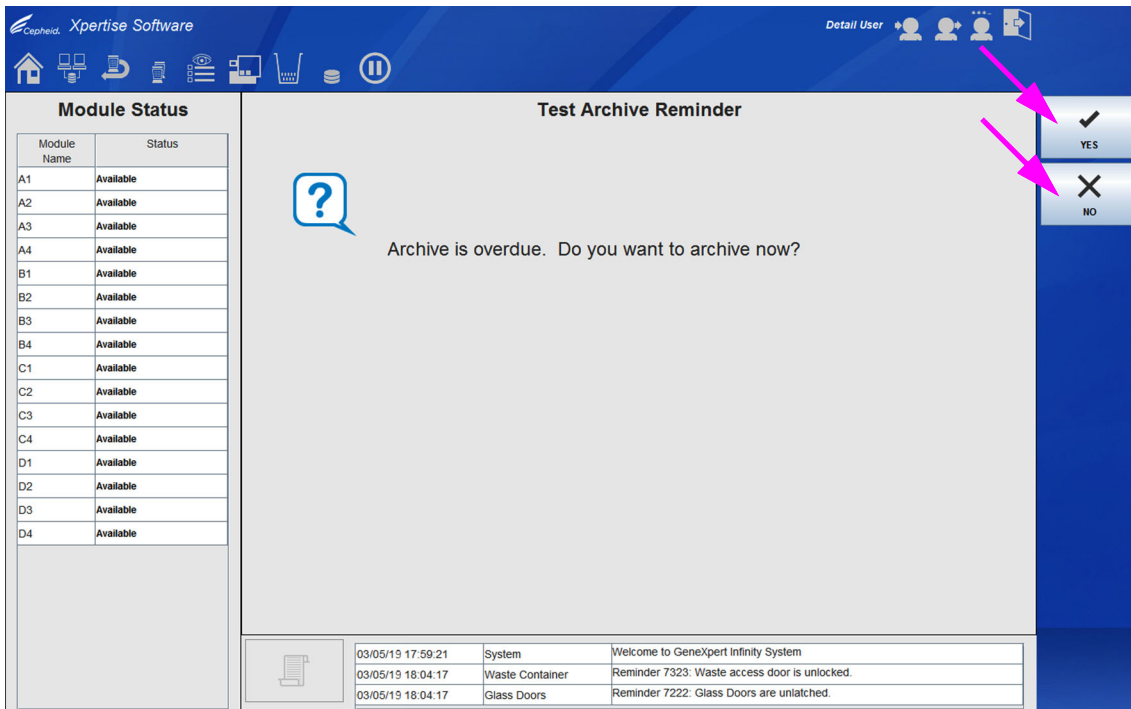
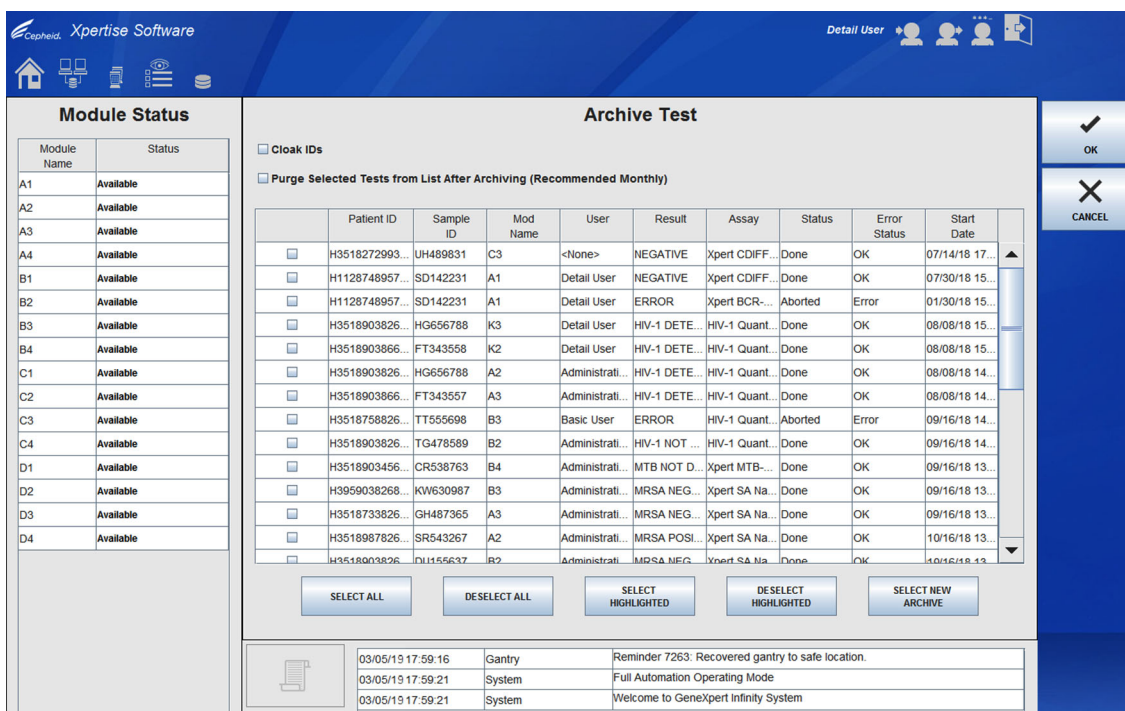

图 5-20. 测试存档提示信息 (Test Archive Reminder) 工作区
图 5-21. 存档测试 (Archive Test) 工作区
如果存档没有过期，或者如果图 2-29 的存档设置为**手动 (Manually)**，将不显示图 5-20。继续执行第 5.2.8.3 节，**数据库管理提醒**。
- 如果不想存档，在测试存档提示信息 (Test Archive Reminder) 工作区中选择**否 (NO)**（请参见图 5-20）。软件退出程序将继续，但不存档。继续执行第 5.2.8.3 节，**数据库管理提醒**。
- 如果想要存档，在测试存档提示信息 (Test Archive Reminder) 工作区中选择**是 (YES)**（请参见图 5-20）以继续软件退出程序并存档。显示存档测试 (Archive Test) 工作区。请参见图 5-21。